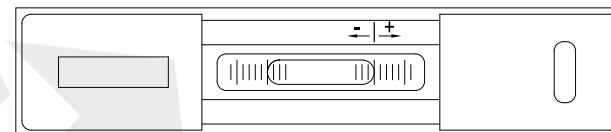
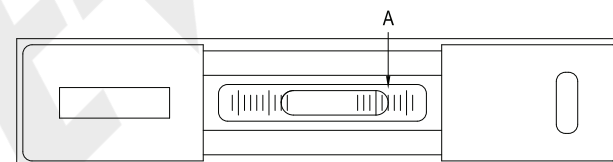
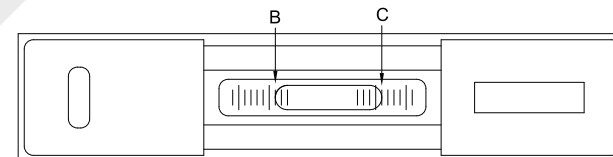

Abb. 2
Abb. 3
Abb. 4
3. Um ein genaues Ergebnis zu erhalten, drehen Sie die Wasserwaage zur Messung um 180°. Die rechte Seite entspricht der positiven Skala, die linke Seite der negativen Skala (Abb. 2). Nachdem die Libelle aufgehört hat zu schwanken (ca. 40 s), lesen Sie den Wert A auf der Skala ab (Abb. 3). Drehen Sie die Wasserwaage um 180° und schieben Sie sie an die gleiche Stelle auf der Oberfläche. Lesen Sie B auf der Skala ab (Abb. 4). Der Endwert ist (A+B)/2. Im obigen Beispiel: A = +2, B = +1, (A+B)/2 = +1.5 DIV. Bei einer Empfindlichkeit von 0.02 mm/m lautet das Ergebnis: $+1.5 \times 0.02 \text{ mm/m} = +0.03 \text{ mm/m}$. Bei einer Empfindlichkeit von 0.1 mm/m lautet das Ergebnis: $+1.5 \times 0.1 \text{ mm/m} = +0.15 \text{ mm/m}$.
7. Lagertemperatur: -40 °C bis +70 °C/40 °F bis 158 °F. Anmerkung: Falls die Nullpunktabweichung (A-C, Abb. 3 und Abb. 4) nach einem Stoß oder einer anderen äußeren Einwirkung mehr als 1 DIV beträgt, senden Sie das Gerät bitte zur Justierung an INSIZE zurück.